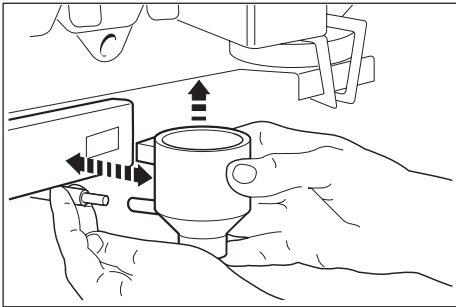

Abb. 30
- Die Getränkeauslaufrohre (7) herausziehen, dabei auf die Dichtungen an den Enden achten. Den Trichterdeckel (4) von seinem Platz auf der Ansaugabdeckung entfernen und den Pulvertrichter (5) vom unteren Teil lösen, wobei auch die Düse mit dem Silikonschlauch herausgezogen wird (Abb. 30). Nun den Mischbehälter (6) im Uhrzeigersinn drehen und herausnehmen. Die Mischerflügel mit einem mit **lauwarmem** Wasser befeuchteten Schwamm reinigen, dabei aber keinen zu großen Druck ausüben, damit die Dichtung nicht verschoben wird.